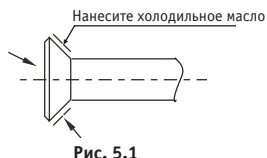

Рис. 5.1
- b. Нанесите холодильное масло (это должно быть моторное масло, совместимое с применяемым холодоносителем) на наружную поверхность развальцованного соединения и коническую поверхность соединительной гайки и затяните вручную на 3-4 оборота перед затяжкой раструбной гайки (рис. 5.1).